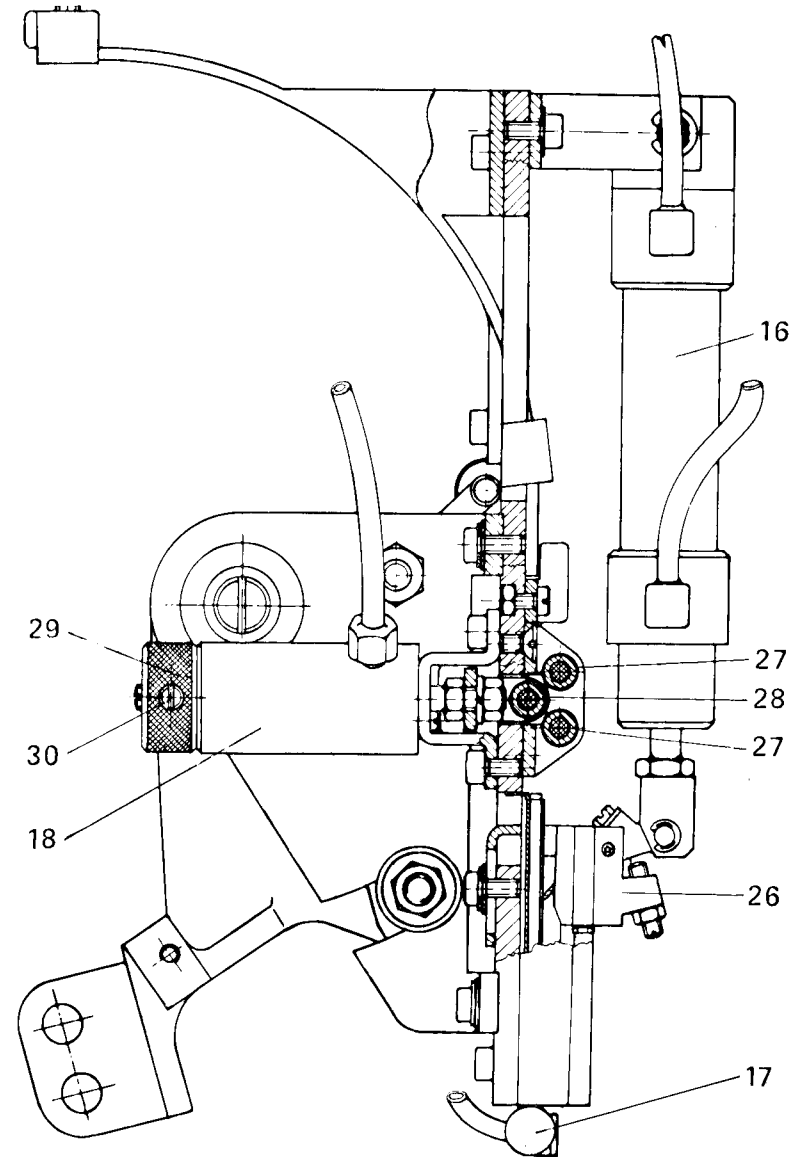

Fig 1
**Regolatore di portata 21:** non deve essere aperto completamente, ma deve essere regolato in modo che l'inseritore dell'elastico 26 (fig. 1), spostandosi in avanti, faccia scorrere l'elastico tra i rullini di frizionamento 27 e 28 senza allungarlo eccessivamente.